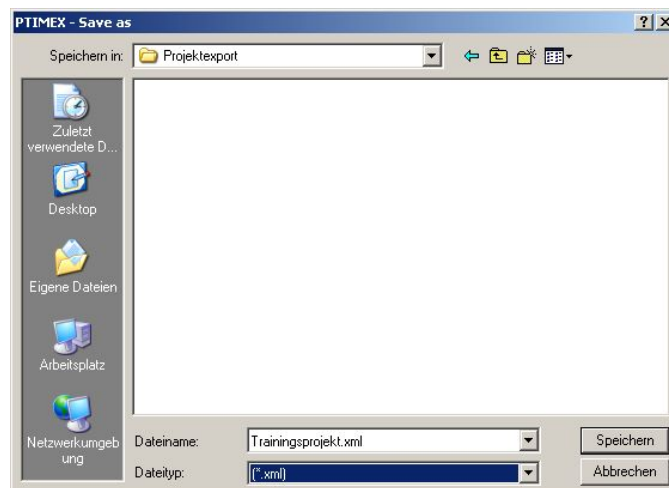

Abbildung 16: Dialog Datei speichern unter
- ➔ Nachdem Sie das Projekt ausgewählt und die Auswahl mit OK bestätigt haben, müssen Sie in dem erscheinenden Fenster den Speicherort und den Dateinamen (Projektname und Dateiname müssen nicht identisch sein; standardmäßig wird der Projektname angeboten) für das zu exportierende Projekt eintragen (siehe Abbildung 16). Ist in dem ausgewählten Verzeichnis bereits ein Projekt mit der gleichen Bezeichnung, können Sie dieses überschreiben, oder das Projekt unter einem neuen Namen exportieren.